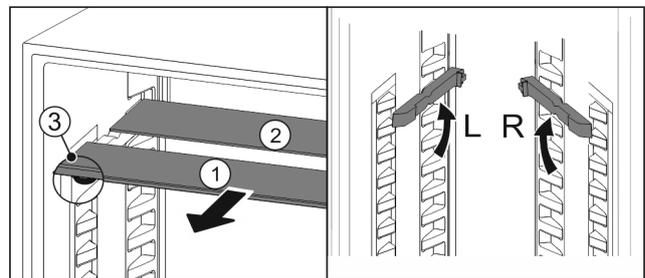

Fig. 125
- ▶ Sortir les tablettes par l'avant Fig. 125 (1).
- ▷ La tablette en verre Fig. 125 (1) avec bordure décorative est située à l'avant.
- ▷ Les butées Fig. 125 (3) sont orientées vers le bas.